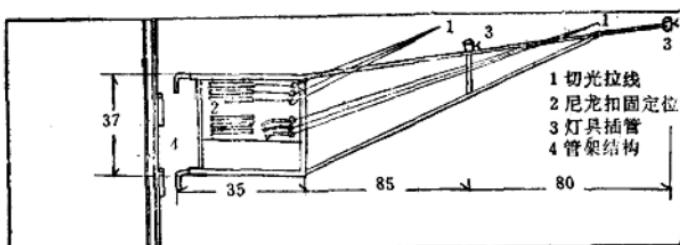

图 8 长臂灯架制做图
①面光灯架。是由一个不规则三角形和一个正方形用无缝细钢管焊制而成。不规则三角形是坐灯用的。正方形是安装手拉变光器控制盘用的。盘里面镶有一方木板，以作安装手拉变光器的手柄之用。灯架后端焊上两个直弯钩，在前台杆中节部位上焊上两个细管，使用时将灯架插进台杆套管里就行了。（图8）为了防止灯架前后转动，在台杆上再安装一个定位拉杆，使灯架根据需要，能远近灵活控制。
②顶光灯架。灯架制做和面光灯架基本一样，只是略小些，其安装位置在第一道边条之内。